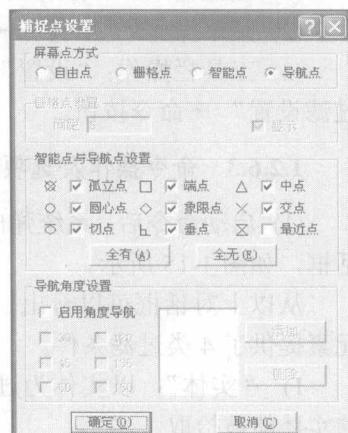

图1-13 “捕捉点设置”对话框
(1) 单击屏幕右下角的点捕捉状态设置区, 选择屏幕点捕捉方式。
(2) 菜单操作: “工具”→“捕捉点设置”。勾选点的“屏幕点方式”, 即“自由点”、“智能点”、“栅格点”和“导航点”4种方式, 如图1-13所示。
(3) 工具栏操作: “设置”工具栏中命令按钮。
(4) 切换F6功能键。